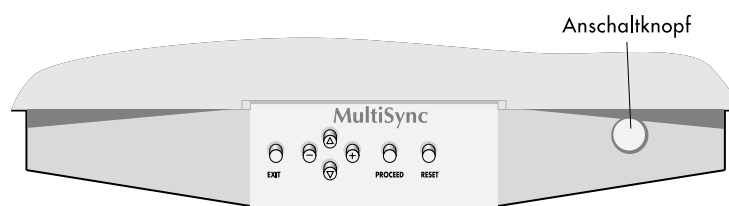

Abbildung D.1
6. Schalten Sie den Monitor (**Abbildung D.1**) und den Computer ein.